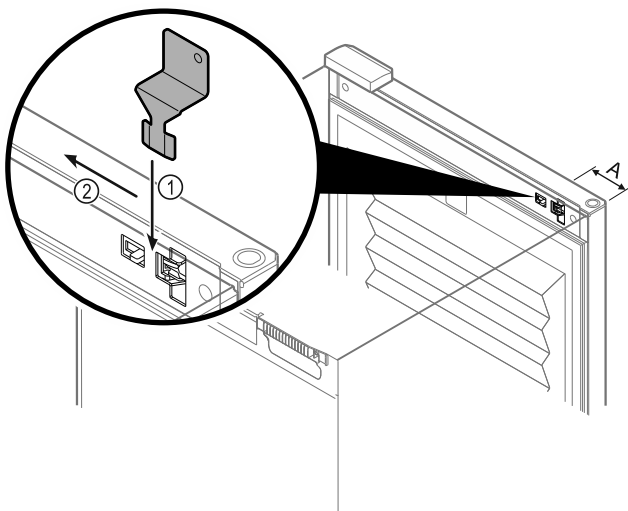

Fig. 218
- Poziciononi çelësin e zhbllokimit të emergjencës në pozicionin e parashikuar Fig. 218 (A) ≈ 100 mm.
- Futni nga lart çelësin e zhbllokimit të emergjencës midis derës dhe trupit të pajisjes sa të shkojë deri në fund Fig. 218 (1).
- Tërhiqni çelësin e zhbllokimit të emergjencës në drejtimin në anën e menteshës Fig. 218 (2).